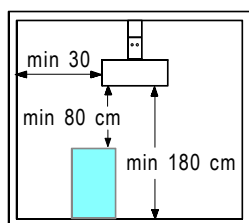
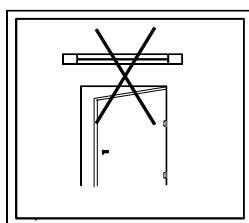

Fig.2
Fig.7
2. One set of ceiling/wall brackets are supplied with the heater. For fixing distance C/C, see Fig.7 and the table. The brackets can be angled for wall mounting, see Fig.2.
2. Till Energolnra medföljer 1 uppsättning tak/väggfästen, som monteras med C/C avstånd (se fig. 7 och tabell). Därefter skruvas infravärmaren fast på fästena i önskad vinkel.
2. Un jeu de consoles de fixation pour montage au plafond ou mural est fourni avec l'appareil de chauffage. Pour connaître la distance à respecter entre les consoles, se reporter à la figure 7 et au tableau de référence. Les consoles de fixation permettent d'incliner les appareils dans le cas d'un montage mural (Voir Fig. 2)
2. Ein Satz Wand / Deckenhalterungen werden mit dem Heizkörper mitgeliefert. Den Befestigungsabstand C/C entnehmen Sie der Tabelle und Fig. 7. Die Halterungen können für die Wandbefestigung gebogen werden.